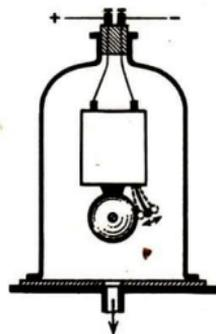

Abb. 141
b) Schalleitung. Damit wir die Schwingungen des Schallerregers als Schall wahrnehmen können, müssen sie auf unser Ohr übertragen werden. Gewöhnlich geschieht dies durch die Luft. Aber auch im Wasser und in festen Körpern pflanzt sich der Schall fort. Schlägt man unter Wasser zwei Steine aneinander, so hört man den Schall im Wasser und in der Luft. Halte ein Ohr an die Tischplatte, auf der eine tickende Uhr liegt, und schließe das andere Ohr! Was nimmst du wahr? - Wir hängen eine elektrische Klingel an Gummischläuchen in einer Glasglocke auf, die an eine Luftpumpe angeschlossen ist (Abb. 141). Den